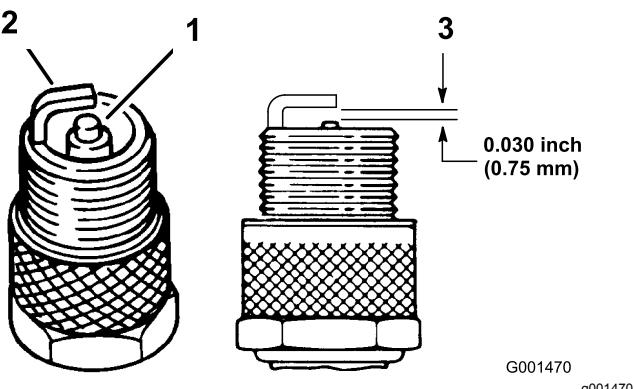

图 19
1. 查看火花塞的中心 图 19。如果您看到绝缘体上有浅棕色或浅灰色涂层说明发动机运行正常。如果绝缘体上的涂层是黑色的通常意味着空气滤清器已变脏。
2. 检查中心电极与侧电极之间的空隙 图 19。如果空隙不正确请弯转侧电极 图 19。
3. 将电线连接到火花塞上 图 19。